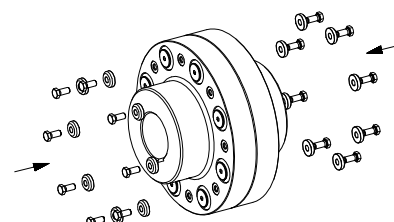

Рис. 20
- Лёгкими ударами вбейте пальцы через отверстие большего диаметра одной полумуфты, в отверстия с меньшим диаметром второй полумуфты (см. рис. 20).